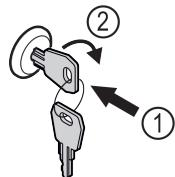

Fig. 170
- Zatlačte kľúč Fig. 170 (1).
- Otočte kľúč o 90° v smere hodinových ručičiek Fig. 170 (2).